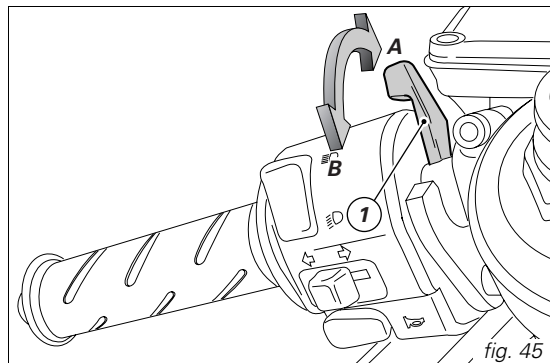

fig. 45
2) Déplacez le levier de starter en position (B, fig. 45).
4) Déplacez progressivement le levier de starter (1) en position verticale (A, fig. 45).
Suivez la même procédure décrite pour « Température ambiante normale », sans utiliser la commande de starter (1, fig. 45).